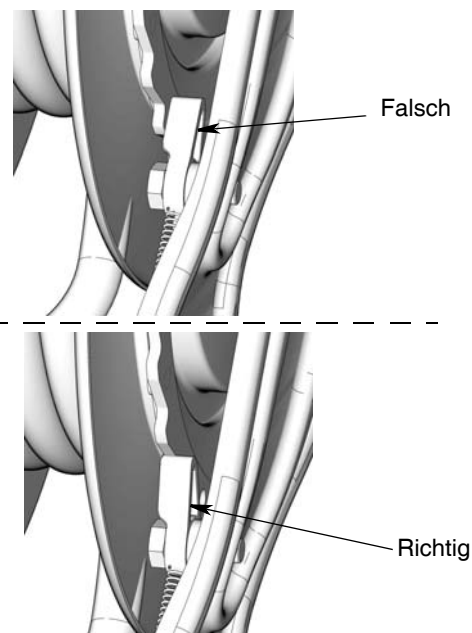

ABB. 4
2. Darauf achten, dass Sperrhaken nicht verkeilt ist (ABB. 4). (Siehe auch Allgemeine Informationen zur Installation auf Seite 8.)
1. **Nur Deckenbefestigung:** Kabelaufroller so positionieren, dass der Sockel nach oben zeigt. Darauf achten, dass Sperrhaken nicht verkeilt ist (ABB. 4, 9). (Siehe auch Allgemeine Informationen zur Installation auf Seite 8.)
1. Darauf achten, dass Sperrhaken nicht verkeilt ist (ABB. 4, 9). (Siehe auch Allgemeine Informationen zur Installation auf Seite 8.)